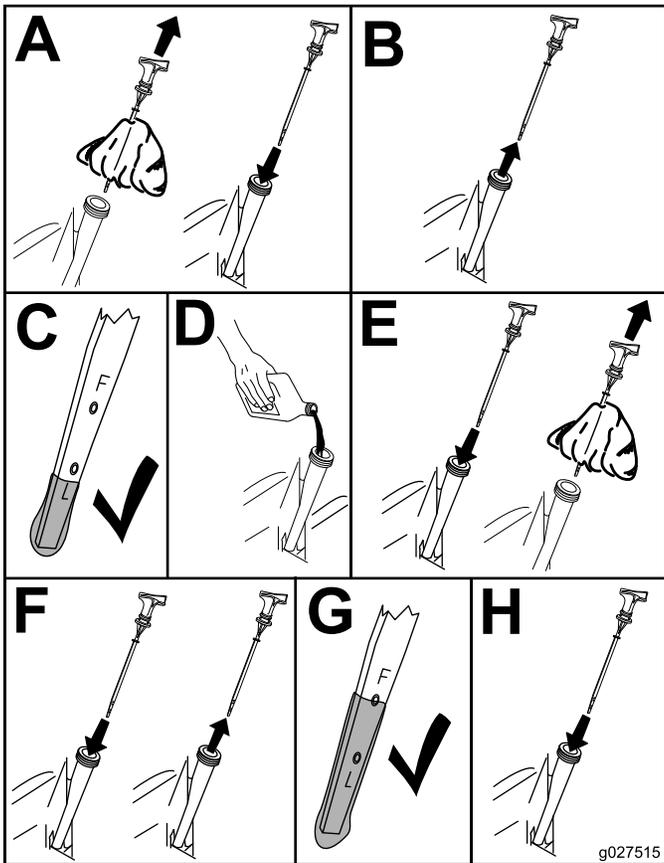

Figura 37
3. Compruebe el nivel de aceite del motor (Figura 37).